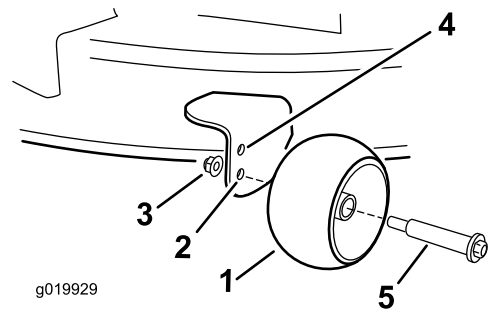

Figura 29
- Orificiul superior – utilizați această poziție cu puntea mainii de tuns iarba în pozițiile de 63 mm și sub pozițiile aferente înălțimii de tăiere (Figura 29).
- Orificiul inferior – utilizați această poziție cu puntea mainii de tuns iarba în pozițiile de 76 mm și deasupra pozițiilor aferente înălțimii de tăiere (Figura 29).